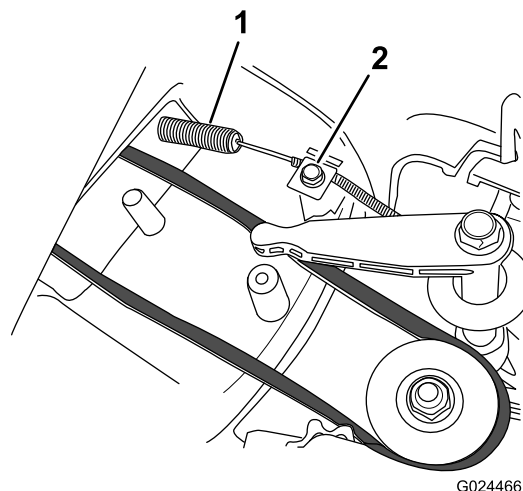

Figure 27
2. Montez le câble de frein de lame neuf, mais ne serrez pas le collier au sommet du carter de la tondeuse (Figure 27).